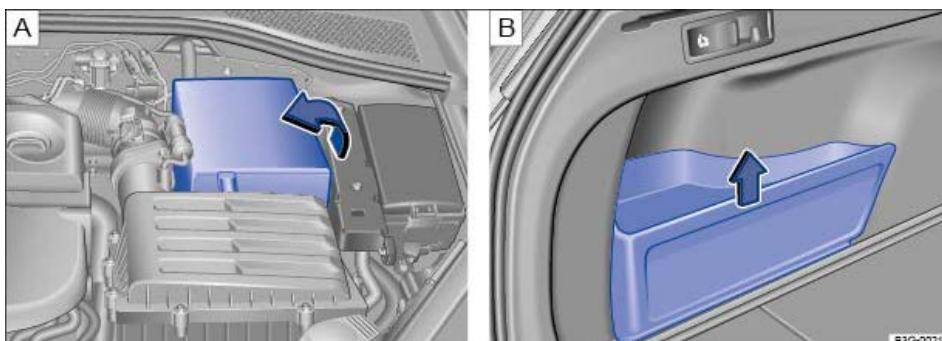

Abb. 265 Im Motorraum: Manschette der Fahrzeubatterie aufklappen. Im Gepäckraum: Abdeckung der Fahrzeubatterie ausbauen.
Zum Öffnen, Abdeckung in Pfeilrichtung aufklappen ⇒ Abb. 265 .
Zum Schließen, Abdeckung entgegen der Pfeilrichtung klappen ⇒ Abb. 265 .
- Die Fahrzeugbatterie befindet sich im Gepäckraum hinter einer Abdeckung ⇒ Abb. 265 .
- Zum Ausbauen, Abdeckung in Pfeilrichtung ⇒ Abb. 265  nach oben herausnehmen.
- Zum Einbauen, Abdeckung entgegen der Pfeilrichtung ⇒ Abb. 265  in die ursprüngliche Position bringen.